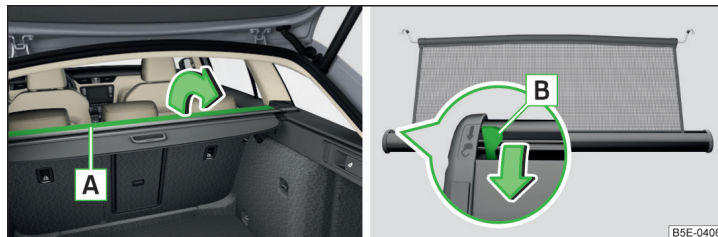

Fig. 148 Abrir la parte de la cubierta enrollable del maletero / Palanca para desbloqueo
- Abra la parte [A] de la cubierta enrollable del maletero en el sentido de la flecha » fig. 148.
- Replegar la parte [A] de la cubierta enrollable del maletero en el sentido contrario al de la flecha » fig. 148.
Si la red de separación se bloquea al extraerla, presionar la palanca de desbloqueo [B] en el sentido de la flecha » fig. 148.